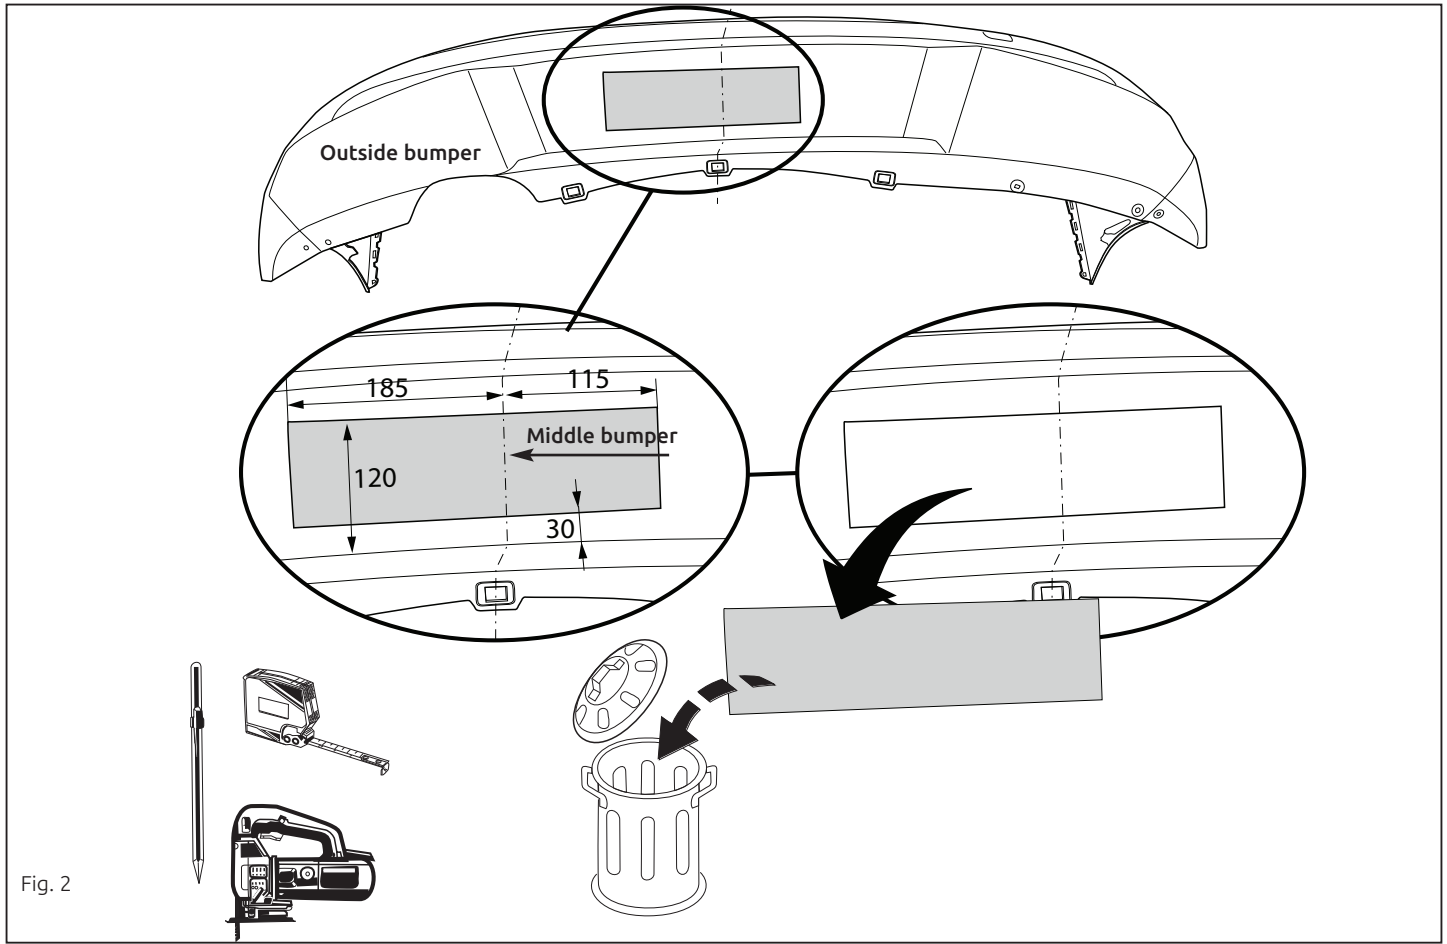

Fig. 2
8. Отпилить обозначенную часть, как указано на рис. 2.